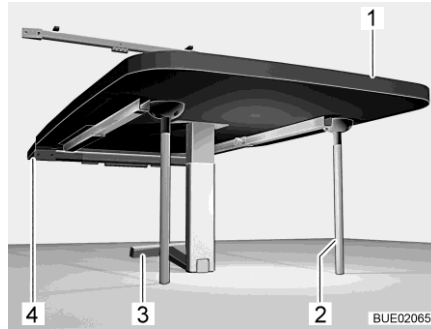

Fig. 134 Mesa colgante como base de cama
- Levantar la parte delantera del tablero de la mesa (Fig. 134,1).
- Abatir la parte inferior de la pata de apoyo articulada (Fig. 134,3) 90°.
- Insertar dos pies de apoyo (Fig. 134,2) adicionales en los alojamientos en el lado inferior del tablero de la mesa.
- Insertar la mesa en el listón de sujeción inferior (Fig. 134,4) y bloquearla.